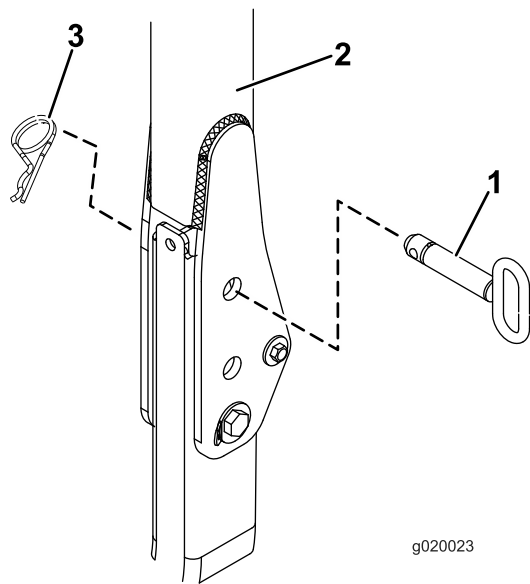

Figura 26
2. **En el caso de las unidades de tracción Reelmaster 3555 y 3575**, vaya al paso 10. Para todos los demás modelos, con la barra antivuelco en la posición elevada, retire las chavetas y los 2 pasadores (Figura 26).